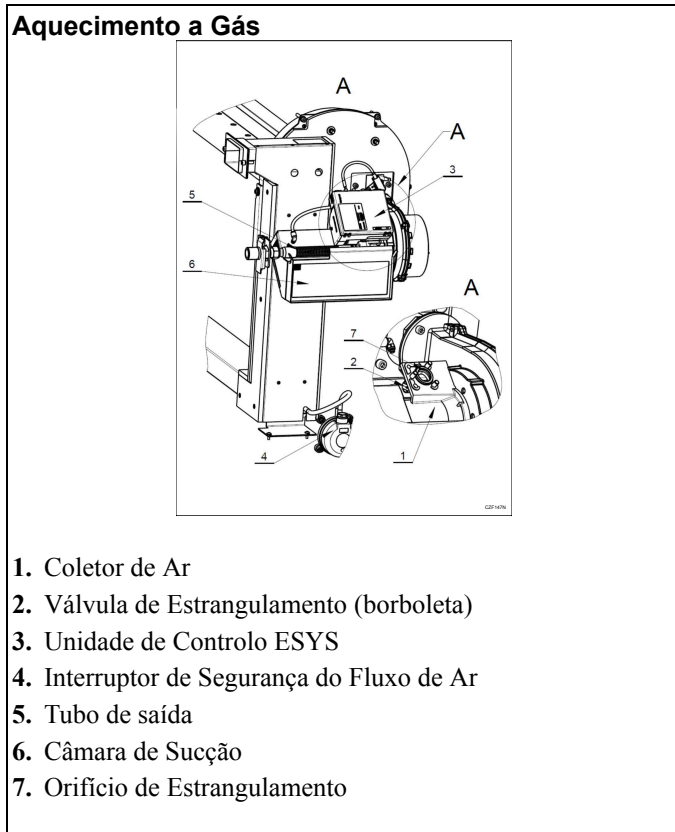

Figura 21
**NOTA: Consulte Figura 21 para as seguintes descrições de texto explicativo.**
- Cada tipo de gás individual e respetiva pressão de trabalho tem sempre uma definição exata da válvula de redução (2) do tubo Venturi (1) e um conjunto de dados/parâmetros da unidade de controlo ESYS (3) – consulte a *Figura 21*. Ao mesmo tempo, cada máquina tem o interruptor do fluxo de ar de segurança (4) regulado individualmente. Esta válvula de segurança impede o funcionamento do sistema de aquecimento a gás, caso a resistência, perda máx. de pressão no lado do escape pz max (consulte *Tabela 9*), exceda o limite permitido ou fique danificada.
- Todas as versões (GLP) são montadas através do orifício do estrangulador (7).
- O método de conversão depende do tipo de cabeça de pré-mistura, consulte a *Figura 21*, i.e. execução (N, C, U, H).
- A conversão da máquina só é autorizada se for efetuada através da substituição do chamado Kit de conversão que contém: (consulte a *Figura 21*)
- Tubo Venturi configurado/ajustado e vedado (1)
- Unidade de controlo ESYS codificada (3) com parâmetros corretamente definidos
- Orifício de redução (7) – não é incluído em todos os kits de conversão
- ASP = Posição do parafuso de ajuste do coletor Venturi (2) ajustado, consulte a *Figura 21*.
### TRANSIÇÃO PARA OUTRO TIPO DE GÁS – EXECUÇÃO (N, C, U, H), *Figura 21, Figura 3:*